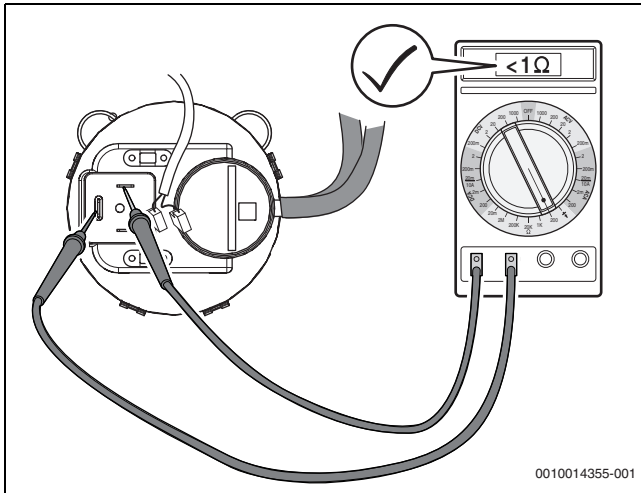
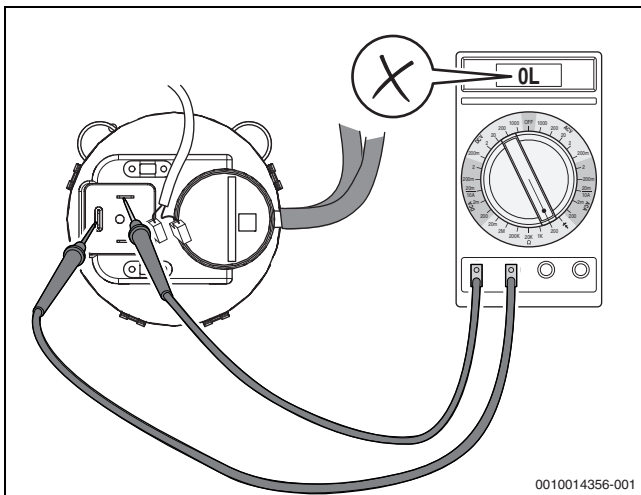

Bild 72 Differenzdruckwächter auf Durchgang prüfen (Differenzdruckwächter in Ordnung)
Bild 73 Differenzdruckwächter auf Durchgang prüfen (Differenzdruckwächter **nicht** in Ordnung)
- Elektrische Anschlussleitungen am Differenzdruckwächter abziehen und Widerstand an den Kontakten messen (→Bild 72). Wenn der gemessene Wert $< 1\text{ Ohm}$ beträgt (oder Signalton, je nach Messgerät), ist der Differenzdruckwächter in Ordnung. Wenn kein Wert oder ein Widerstand $> 1\text{ Ohm}$ angezeigt wird (→Bild 73), Differenzdruckwächter austauschen.